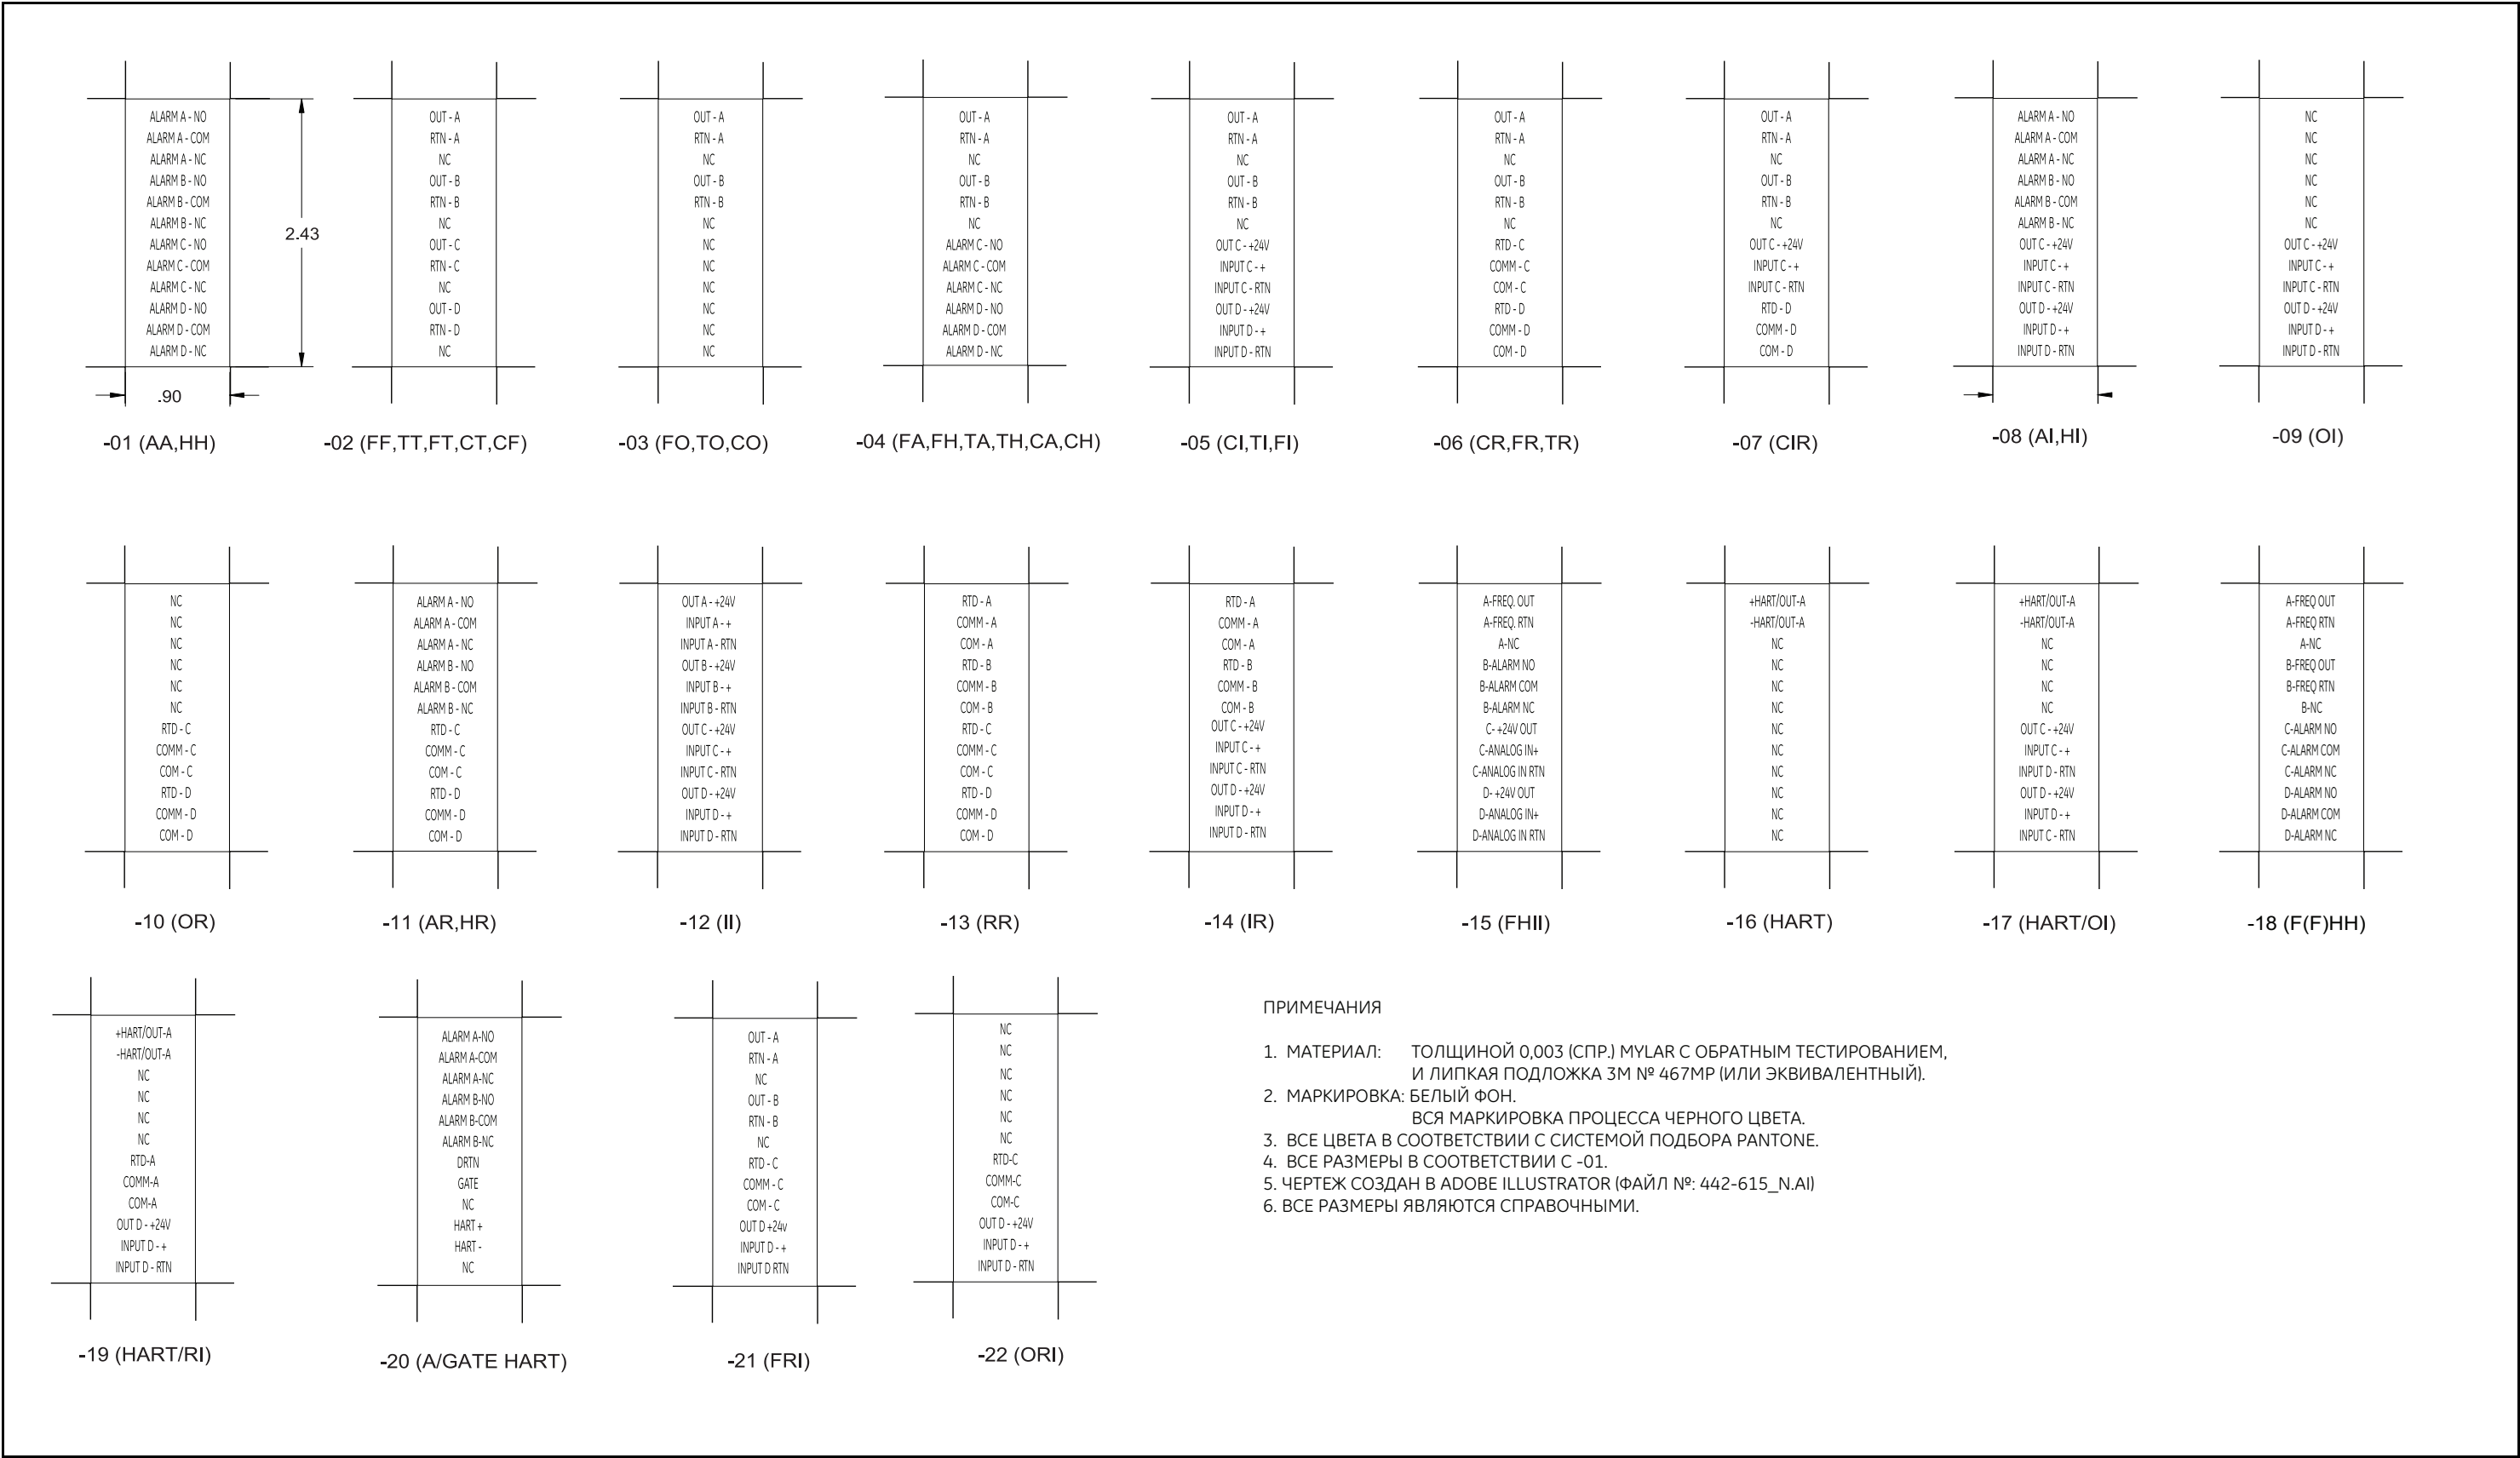

Рис. 4: Подключение дополнительных карт входа/выхода
Подготовьтесь к процедуре калибровки, подключив аналоговый выход Slot 0 (или независимый калиброванный источник тока) к необходимому входу на дополнительной плате. См. Рис. 4 стр 10, чтобы идентифицировать контакты IN (+) и RTN (–) для нужного выхода на клеммной колодке J2.
**ВАЖНАЯ ИНФОРМАЦИЯ.** Калибровка входов B, C или D выполняется таким же образом, что и калибровка входа A. Убедитесь, однако, что амперметр переподключен к клеммной колодке J2. На Рис. 4 стр 10 показаны надлежащие номера контактов.
**ВАЖНАЯ ИНФОРМАЦИЯ.** Процедура калибровки всех входов одинакова. Тем не менее при калибровке другого входа обязательно отключите источник тока от клеммной колодки J2. На Рис. 4 стр 10 показаны надлежащие номера контактов.
Подготовьте процедуру калибровки, подключив резистивный датчик-преобразователь температуры к нужному входу (A, B, C или D) на дополнительной карте. См. *Рис. 4 стр 10*, чтобы идентифицировать контакты RTD (+) и COM (–) для нужного выхода на клеммной колодке J2.
**ВАЖНАЯ ИНФОРМАЦИЯ.** Однако при калибровке другого входа убедитесь, что источник тока вновь подключен к клеммной колодке J2. На *Рис. 4 стр 10* показаны надлежащие номера контактов.
Подготовьте процедуру тестирования, подключив частотомер к нужному выходу дополнительной карты. Коммутация частотных выходов показана на *Рис. 2* внизу, на *Рис. 4 стр 10* — идентификация контактов OUT(+) и RTN(-) для нужного выхода на клеммной колодке J2.
**ВАЖНАЯ ИНФОРМАЦИЯ.** Процедура тестирования всех выходов одинакова. Вместе с тем, при калибровке другого выхода убедитесь, что частотомер вновь подключен на клеммной колодке J2. На Рис. 4 стр 10 показаны надлежащие номера контактов.